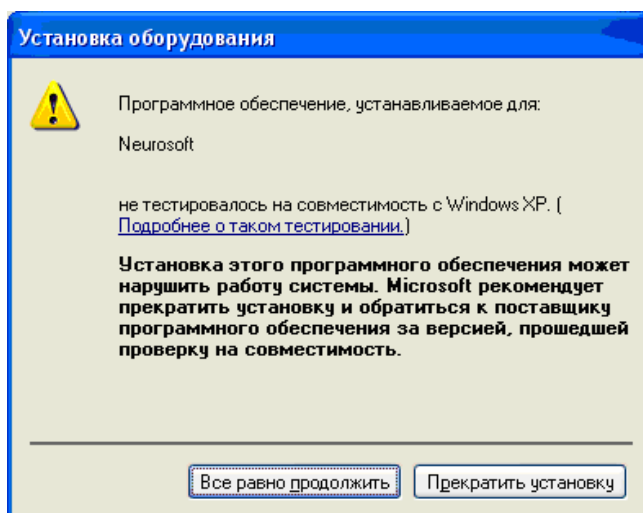

Рис. 2.3
При появлении окна вида Рис. 2.3 нажмите кнопку
- Вставьте компакт-диск в дисковод и дождитесь запуска программы установки (Рис. 2.3). Если на Вашем компьютере отключен автозапуск компакт-дисков, то запустите файл **AUTORUN.EXE** из корневого каталога компакт-диска.